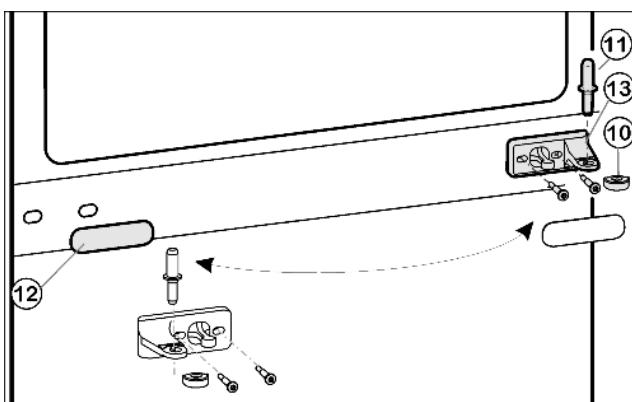
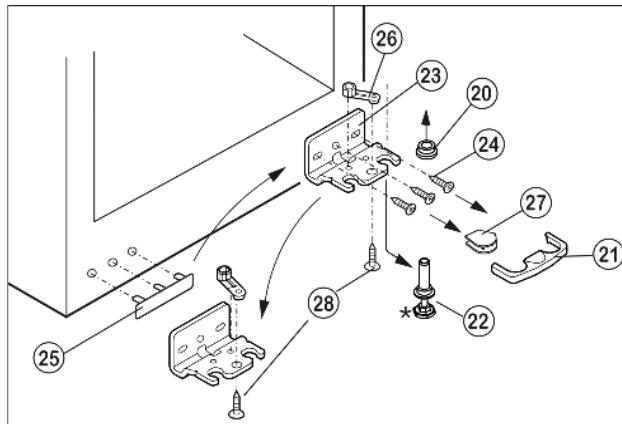

Fig. 5
Fig. 6
- ▶ Вытащите из опорного кронштейна и нижней дверцы средний опорный палец Fig. 5 (11).
- ▶ Пластмассовый колпачок Fig. 5 (10) снимите.
- ▶ Снимите средний опорный кронштейн Fig. 5 (13).
- ▶ Осторожно снимите накладку Fig. 5 (12).
- ▶ Прикрутите средний опорный кронштейн Fig. 5 (13) с поворотом на 180° на новую сторону шарнира (с моментом 4 Нм).
- ▶ Защелкните накладку Fig. 5 (12), повернув на 180°, на стороне, где теперь будет ручка.
- ▶ Предохранитель Fig. 6 (21) снимите движением вперед.
- ▶ Снимите крышку Fig. 6 (27).*
- ▶ Полностью вверните регулируемую опору Fig. 6 (22).
- ▶ Вытяните опорный палец Fig. 6 (22) вниз и вперед. При этом следите за гнездом шарнира Fig. 6 (20).
- ▶ Открутите опорный кронштейн Fig. 6 (23)(3 шт. Torx 25) Fig. 6 (24).
- ▶ Открутите опорную деталь Fig. 6 (26)(1 Torx 25) Fig. 6 (28) и, переставив в отверстие на противоположной стороне опорного кронштейна, снова прикрутите.
- ▶ Осторожно приподнимите и переставьте крышку Fig. 6 (25) со стороны ручки.
- ▶ Снова прикрутите опорный кронштейн Fig. 6 (23) на новой стороне шарнира (с моментом 4 Нм). При необходимости используйте аккумуляторный шуруповерт.
- ▶ Установите крышку Fig. 6 (27) на противоположной стороне.*
- ▶ Предохранитель (21) нужно зафиксировать сбоку на кронштейне, чтобы опорный палец и двери были защищены от выпадения.
- ▶ Снова защелкните предохранитель (21) на опорном кронштейне.
- ▶ Наденьте гнездо шарнира Fig. 6 (20).
- ▶ Установите нижнюю дверцу сверху на нижний опорный палец Fig. 6 (22).
- ▶ Снова наденьте пластмассовый колпачок Fig. 5 (10) на средний опорный кронштейн Fig. 5 (13).
- ▶ Вставьте средний опорный палец Fig. 5 (11) на новой стороне шарнира через средний опорный кронштейн Fig. 5 (13) в нижнюю дверцу.
- ▶ Установите верхнюю дверцу на средний опорный палец Fig. 5 (11).
- ▶ При необходимости выровняйте дверцы через два продольных паза в нижнем опорном кронштейне Fig. 6 (23) и среднем опорном кронштейне Fig. 5 (13) параллельно корпусу устройства. Для этого выкрутите средний винт на нижнем опорном кронштейне Fig. 6 (23).